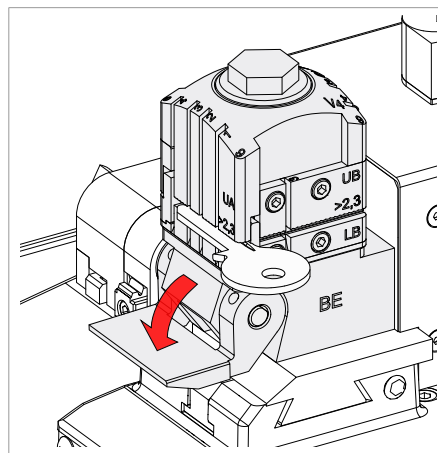

Fig. 127
- 4) Breng het kaliber handmatig naar beneden (Fig. 127).